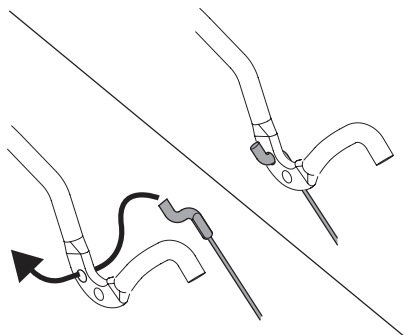

Figura 19
- Ahora hay suficiente holgura en el cable de control de transmisión para tomar el accesorio "Z" con su mano y moverlo del orificio frontal al posterior del control de transmisión. Vea la Figura 19.